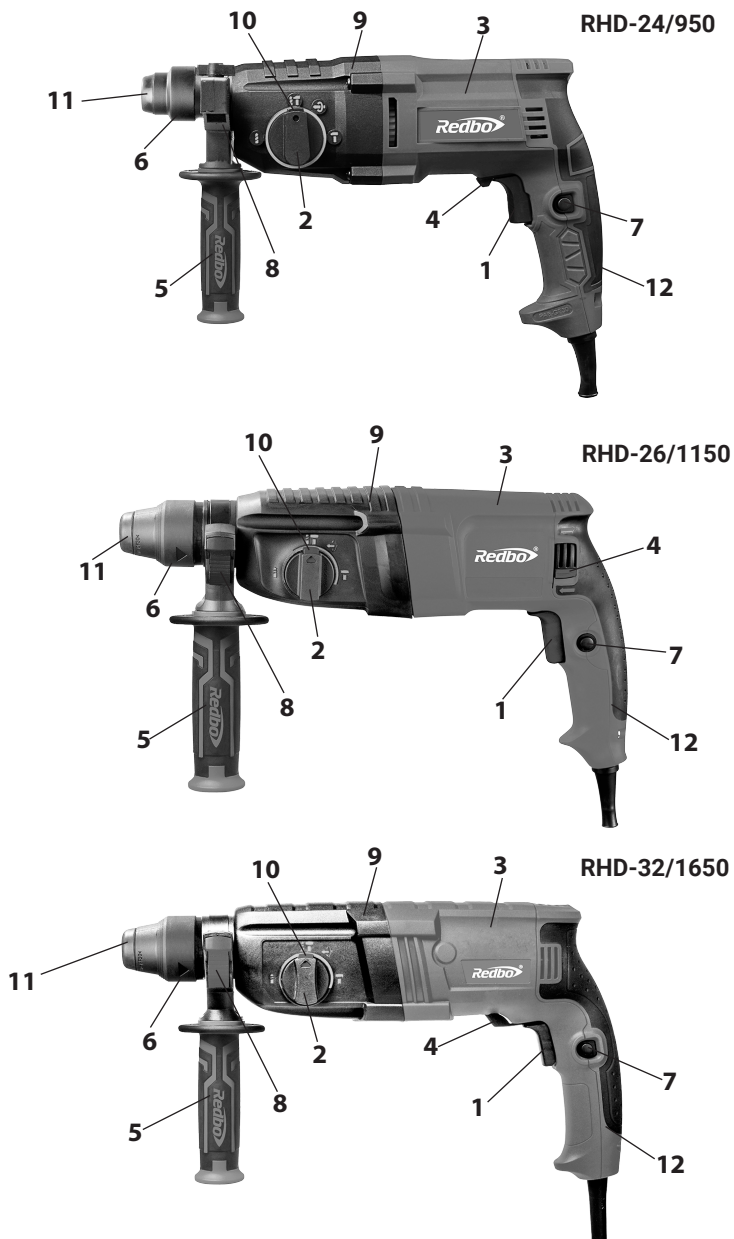

рис.1
6. Общий вид перфоратора представлен на рис. 1
7. Перфоратор состоит из горизонтально расположенного коллекторного двигателя в пластиковом корпусе (рис.1 поз.3), выполненном заодно с рукояткой. В крышке корпуса (рис.1 поз.12) расположен щеткодержатель в сборе. Рычагом переключателя реверса (рис.1 поз.4), меняя расположение щеток, направление вращения якоря меняется на противоположное. К корпусу двигателя крепится корпус редуктора, в котором расположен механизм, передающий вращательное и возвратно-поступательное движение на рабочий инструмент. Крутящий момент с якоря электродвигателя через шестерни, передаётся на ствол с патроном SDS – plus (рис.1 поз.6), расположенный соосно с двигателем. Тип ударного механизма перфоратора - электропневматический. Эксцентриковый подшипник преобразует вращательное движение якоря в возвратно-поступательное движение поршня. С поршня ударник передаёт энергию удара на ствол с патроном SDS – plus. На корпусе редуктора слева расположен переключатель режимов (рис.1 поз.2) с фиксатором (рис.1 поз.10) в трех режимах : «сверление» / «сверление с ударом» / «удар». Кроме того, знаком  отмечено положение (без фиксации) разблокировки патрона для изменения положения рабочего инструмента в режиме долбления (функция разблокировки патрона в режиме удара).
В зависимости от вида выполняемой работы, в патрон SDS-plus вставляется необходимая насадка (пика, долото, сверло) с соответствующим хвостовиком, или переходник SDS-plus/сверлильный патрон (не входит в комплект поставки) для установки сверлильного патрона, если необходимо работать в режиме «сверление». Дополнительная рукоятка (рис.1 поз.5) хомутом крепится на корпусе редуктора (рис.1 поз.9). Фиксируется рукоятка, закручиванием по часовой стрелке, в любом положении (от 0° до 360°), что удобно пользователю, как «правше», так и «левше».
В отверстие левой части суппорта рукоятки вставляется, при необходимости, стержень-ограничитель глубины сверления. Фиксируется клавишей (рис.1 поз.8). Клавиша выключателя (рис.1 поз.1) расположена в передней части рукоятки. Включение/отключение инструмента осуществляется нажатием на клавишу выключателя. Силой, приложенной к выключателю, регулируется число оборотов и частота ударов перфоратора. Нажатием кнопки (рис.1 поз.7), выключатель фиксируется в рабочем положении с максимальным числом оборотов (максимальной частотой ударов). При повторном нажатии на клавишу, она и кнопка фикса-
**2.** Установка дополнительной рукоятки и ограничителя глубины сверления: вращением рукоятки (вокруг своей оси) против часовой стрелки, ослабить хомут; установить хомут на цилиндрическую часть корпуса редуктора (перед патроном); повернув рукоятку в нужное положение, зафиксировать хомут и вращением рукоятки по часовой стрелке. Нажатием на клавишу (рис.1 поз.8) освободить отверстие в суппорте рукоятки; удерживая клавишу, вставить стержень фиксации глубины сверления в отверстие; выставив необходимую глубину сверления, отпустить клавишу, которая зафиксирует стержень в данном положении.
**3.** Включение/выключение перфоратора: включение перфоратора осуществляется нажатием на клавишу выключателя; фиксация клавиши в рабочем положении осуществляется нажатием на кнопку (рис.1 поз.7); при повторном нажатии на клавишу выключателя, клавиша вместе с кнопкой фиксации (со щелчком) возвращаются в исходное положение - выключено.
Нажав кнопку фиксации (рис.1 поз.10) в верхней части рукоятки (рис.1 поз.2), начните поворот к необходимому режиму. Отпустите кнопку фиксатора. При достижении выбранного положения, переключатель режимов зафиксируется, а кнопка фиксации (со щелчком) возвратится в исходное положение.
мов (рис.1 поз.2) установить в положении «сверло». При этом режиме перфоратор может работать с патроном SDS-plus, но, как правило, устанавливается ключевой патрон (не входит в комплект поставки).
Положение 2: при работе в режиме сверление с ударом, переключатель режимов (рис.1 поз.2) установить в положение «сверло с молотком».
Положение 3: при работе в режиме удар (долбление), переключатель режимов (рис.1 поз.2) установить в положение «молоток».
В верхней части двигателя (с обеих сторон) расположен рычаг переключения реверса (рис.1 поз.4). На крышке стрелками указано направление вращения. Реверс используется при заклинивании рабочего инструмента и при раскручивании винтов или шурупов.